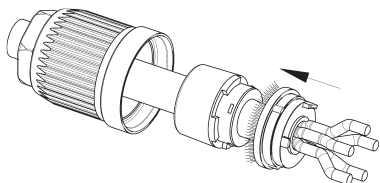

Abbildung 4 / figure 4 / figure 4
5. Setzen Sie das Schirmelement auf die Dichtung auf. Das Schirmgeflecht muss zwischen der Dichtung und dem Schirmelement liegen und darf auf keinen Fall zwischen die Dichtung und das Kabel gelangen (Abb. 4).
Put the shielding ring on the seal. The shielding braid must lie between the seal and the shielding ring. Under no circumstances may the shielding braid get between the cable and seal (Fig. 4).
Poser la bague de blindage sur le joint. La tresse de blindage doit se trouver entre le joint et la bague de blindage. La tresse de blindage ne doit en aucun cas être mise entre le câble et le joint d'étanchéité (Fig. 4).